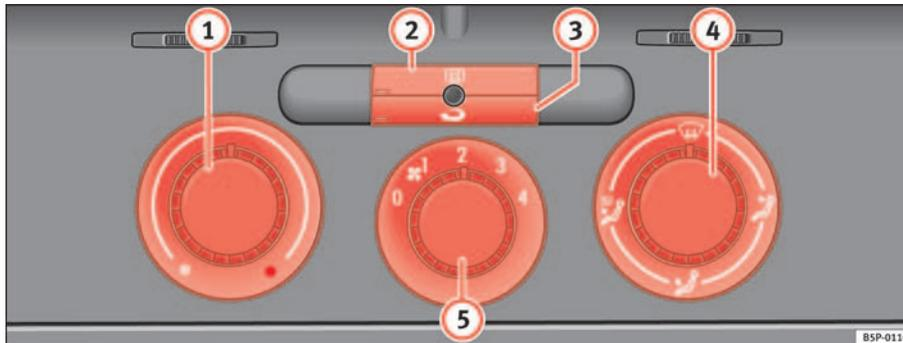

Abb. 121 In der Instrumententafel: Bedienelemente der Heizung
- Mit den Reglern ⇒ Abb. 121 **1** und **4** und mit dem Schalter **5** stellen Sie die Temperatur, die Luftverteilung und die Gebläsestufe ein.